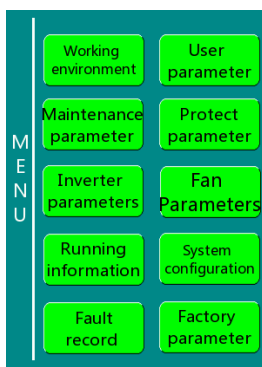

Рис. 4-4 Интерфейс меню
4. Нажмите Меню в интерфейсе. Отображается интерфейс, показанный на рис. 4-4.